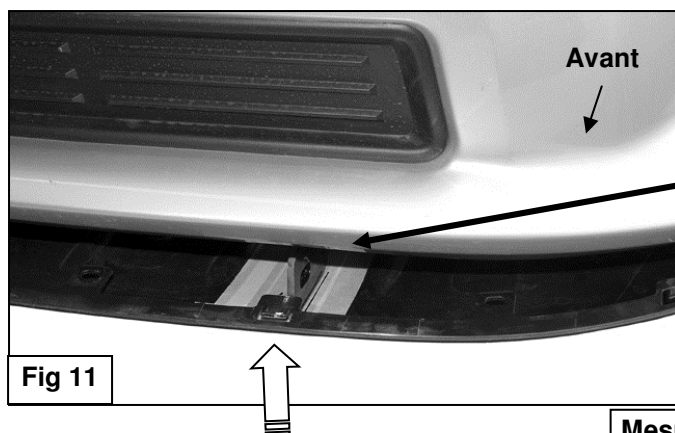
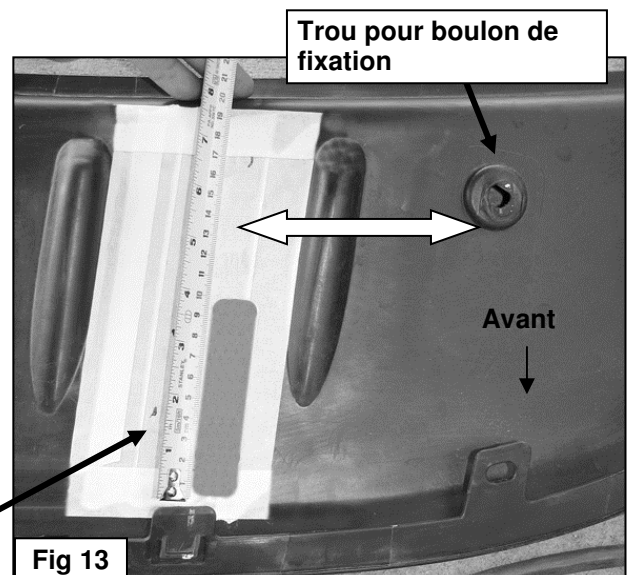

Fig 11
Fig 13
7. Maintenir le pare-boue contre la garniture de pare-chocs et l'aligner sur les points de fixation (**Figure 11**). Marquer l'emplacement des supports de fixation au dos du pare-boue (**Figures 11 à 13**). Couper une fente mesurant environ 2,5 cm (1 po) de large et 10 cm (4 po) de long dans le pare-boue (**Figure 13**).
REMARQUE : La taille de la fente est donnée à titre indicatif et peut varier, car il existe différents modèles de pare-boue et de garnitures de pare-chocs avant. Par ailleurs, des découpes supplémentaires peuvent être nécessaires pour laisser passer la barre de support sur les véhicules équipés de crochets de remorquage. **IMPORTANT :** Pour éviter de fragiliser le pare-boue, couper la fente au plus juste. Ne pas couper les bords avant ou arrière de la garniture lors de la découpe (**Figure 13**). Faire d'abord plusieurs petites découpes et vérifier souvent l'ajustement pour soigner l'installation.